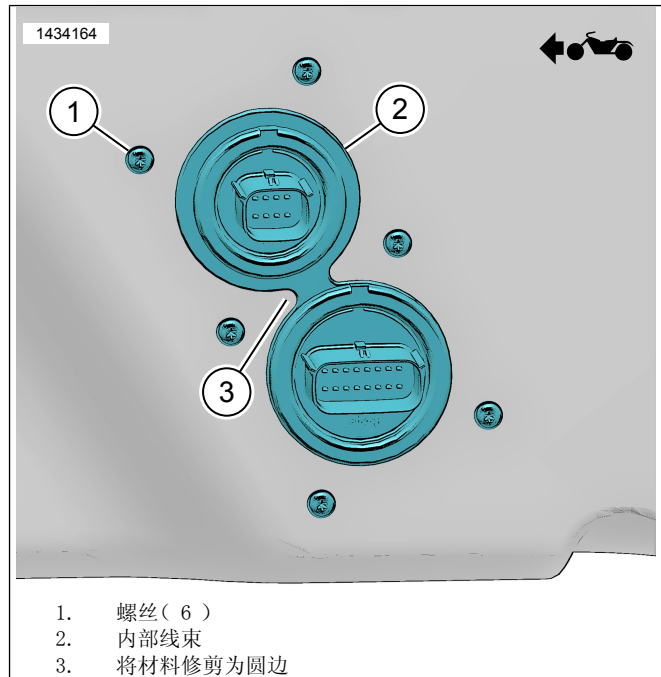

图10. 内部线束
d. 图10将材料修剪为圆边(3)。
11. 图10安装内部线束(2)。